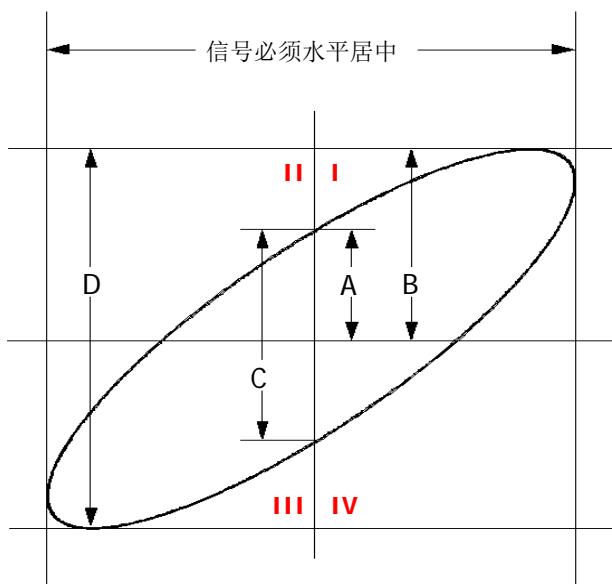

图 3-2 相位差的测量原理图
4. 观察上图的测量结果，并根据相位差测量原理图（图 3-2）可得 $A/B(C/D)=1$ ，即两个通道输入信号的相差角为 $\theta=\pm\arcsin 1=90^\circ$ 。